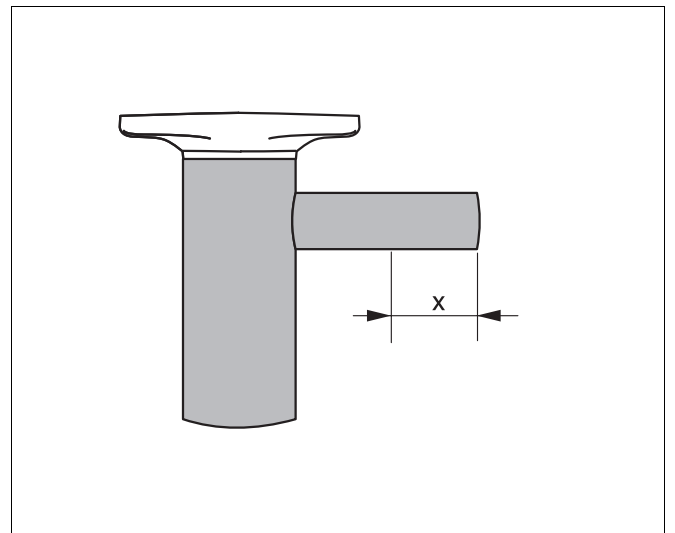

Abb. 20 Trichtersiphon Maß x
- Bei S120 Trichtersiphon um das Maß $x = \text{ca. } 10 \text{ mm}$ bei Unterputzmontage und $x = \text{ca. } 65 \text{ mm}$ bei Aufputzmontage kürzen (Abb. 20).